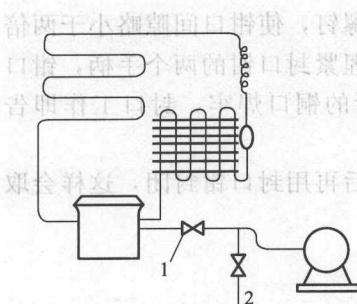

图 1-19 真空泵的使用方法
(2) 真空泵的使用 制冷设备维修时，使用真空泵的目的有两个，一是抽除制冷系统内的气体，为充注工作介质做好准备；二是对于有冰堵故障的制冷设备，通过抽真空，使制冷系统内的水分在低压情况下汽化，达到排除水分的目的。真空泵使用时要按图 1-19 所示和制冷系统连接。